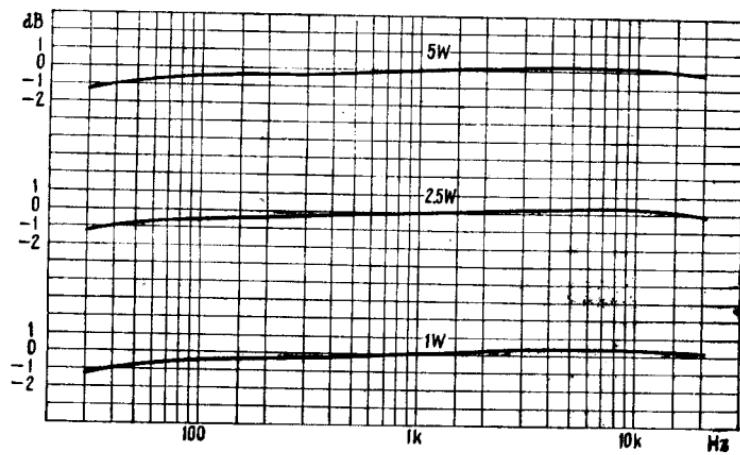
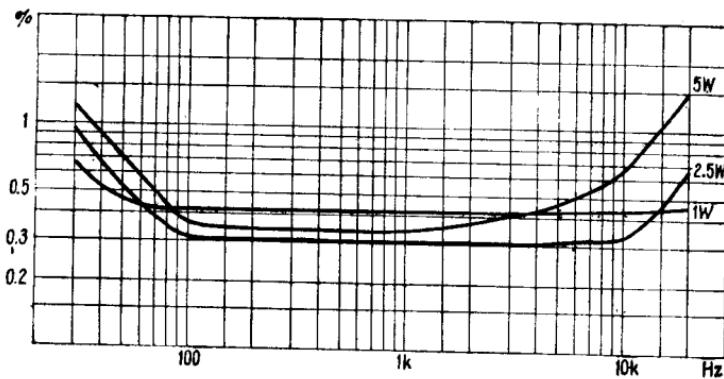

图6 频率响应曲线
图7 谐波失真度曲线
6. 本机的频率响应曲线和谐波失真度曲线分别如图 6 和图 7 所示。